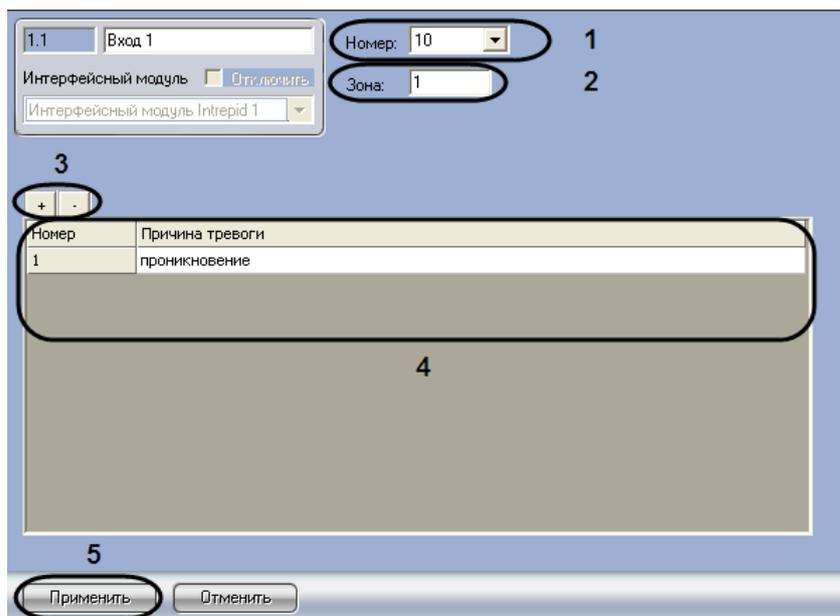

Рис. 2.9-2. Настройка объекта **Вход**
1. Перейти на панель настройки объекта **Вход** (Рис. 2.9-2).
2. Из раскрывающегося списка **Номер** выбрать номер входа, заданный при настройке системы *Intrepid Micropoint* (см. Рис. 2.9-2, 1).
3. В поле **Зона** ввести номер зоны регистрации, которой принадлежит данный вход (см. Рис. 2.9-2, 2).
4. Задать возможные причины тревожных событий на контрольном сегменте. Для добавления причины в таблицу используется кнопка +, для удаления – кнопка - (см. Рис. 2.9-2, 3).
5. После добавления причины в таблицу изменить при необходимости ее описание в столбце Причина тревоги (см. Рис. 2.9-2, 4).
6. Для сохранения внесенных изменений нажать **Применить** (см. Рис. 2.9-2, 5).